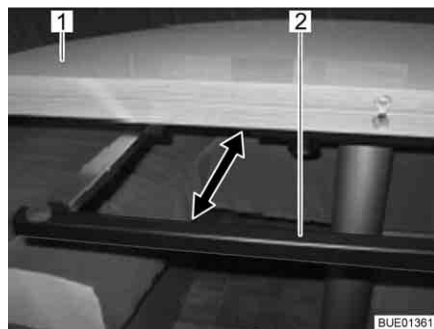

Bild 96 Unterstützungsbügel
- Unterstützungsbügel (Bild 96,2) unter der Tischplatte (Bild 96,1) bis zum Anschlag herausziehen.